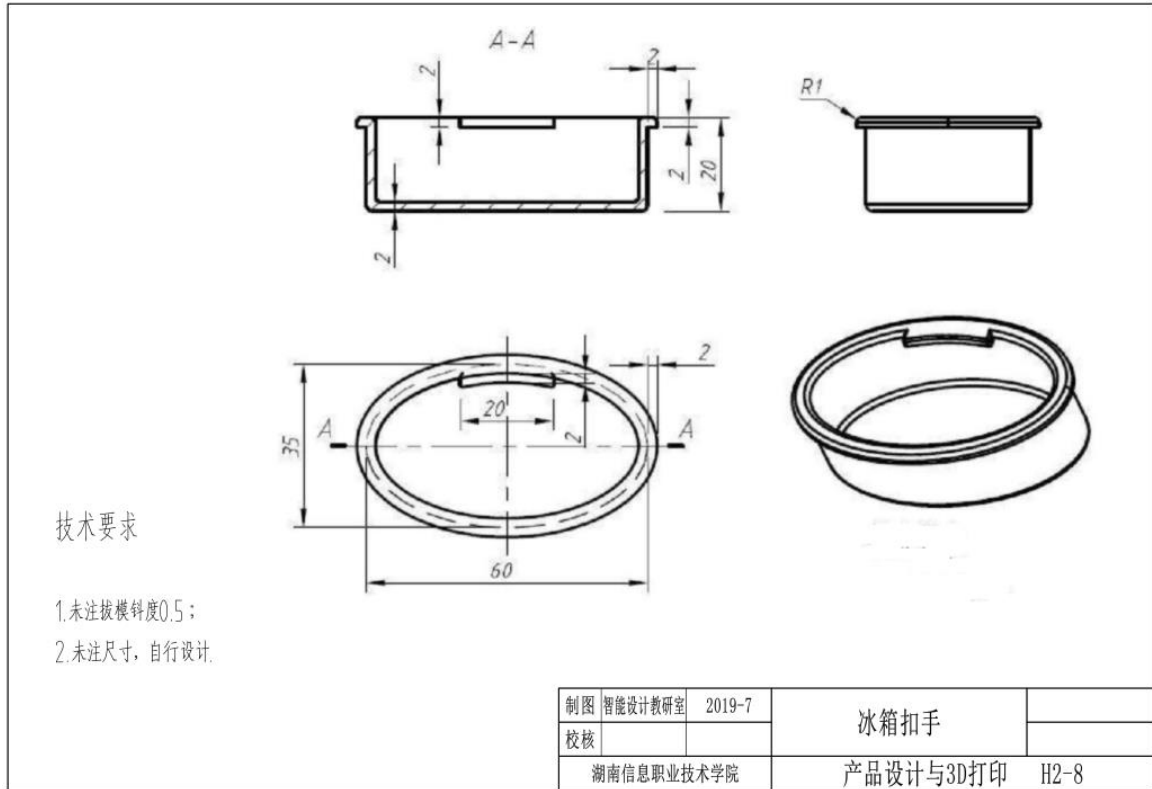

图 2-2-8 冰箱扣手
**任务 1：**按照图 2-2-8 的要求，对冰箱扣手零件进行产品造型、结构设计与 3D 打印，打印材料为 ABS 或 PLA。
2) 根据图 2-2-8 要求，对产品进行造型设计，符合产品强度及 3D 打印工艺等要求。